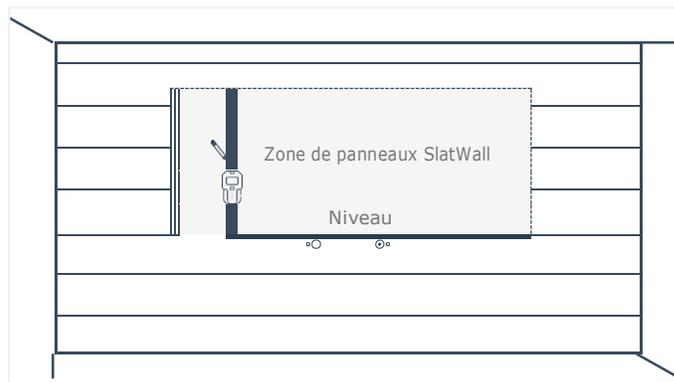

Fig. 19
3. Installez les panneaux pour murs et plafonds Trusscore comme indiqué précédemment en laissant une ouverture pour l'installation des panneaux SlatWall comme déterminé par les indications d'espacement fournies à l'étape 1 (Fig. 19).